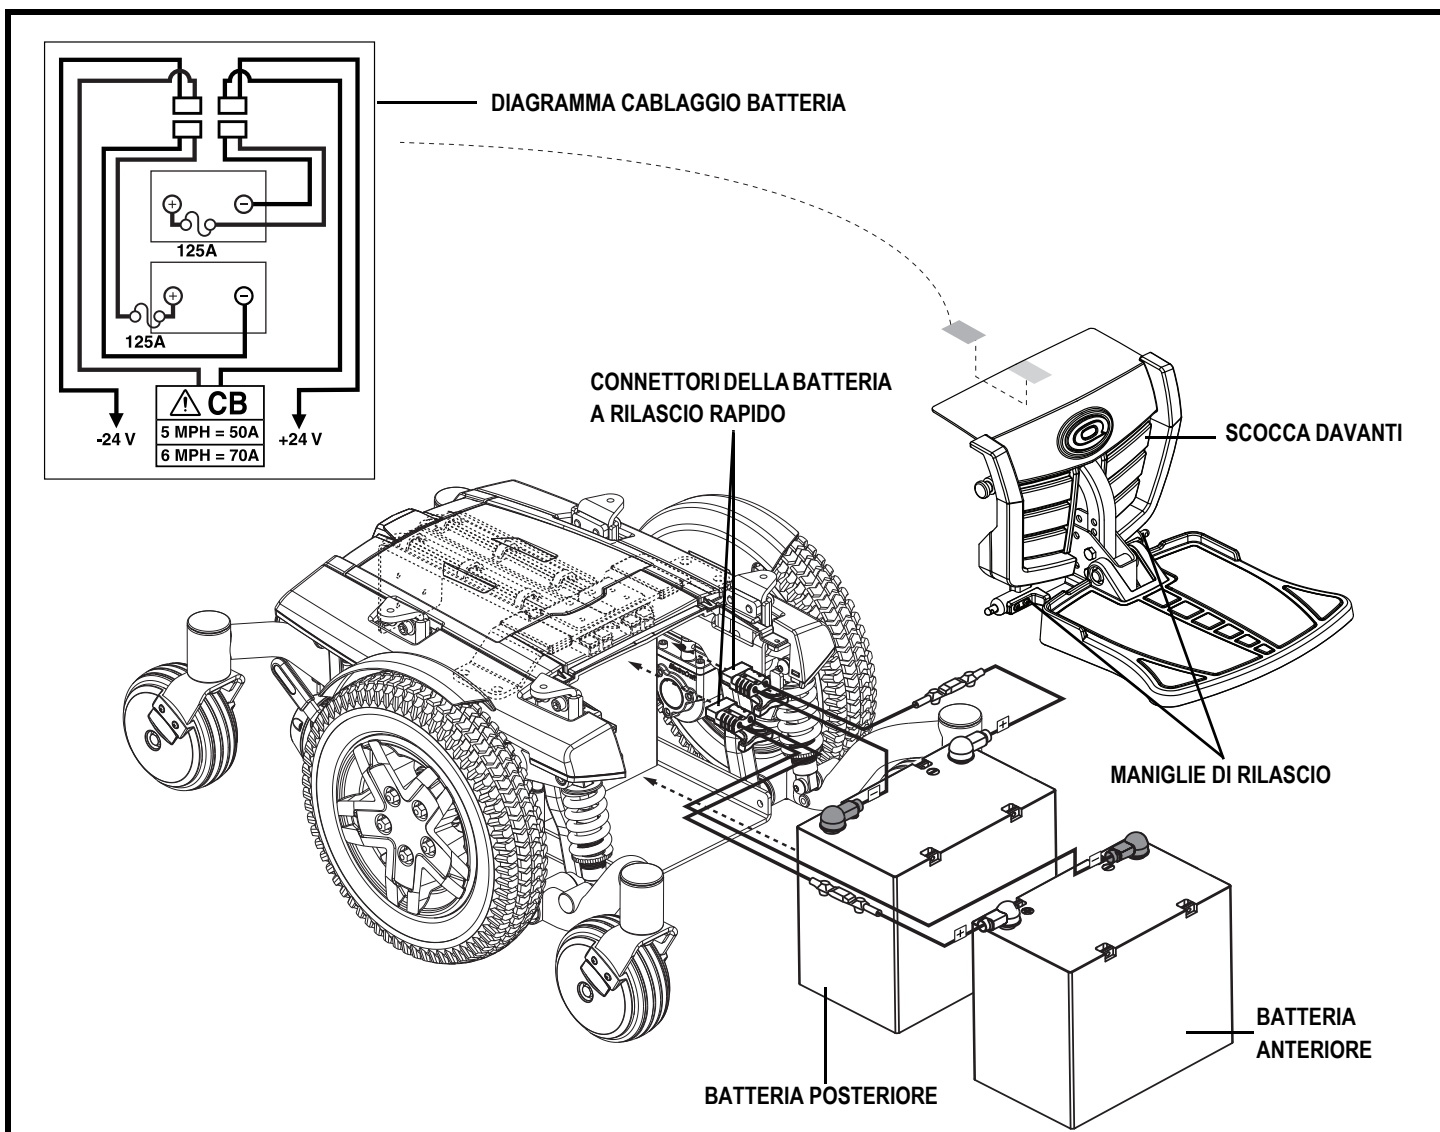

Figura 25. Installazione della batteria
3. Rimuovere il pianale per i piedi stringendo le maniglie di rilascio (**vedere la figura 25**) e sollevando il supporto della piattaforma verso l'alto e allontanandolo dalla base elettrica.
7. Collegare il gruppo batteria alla batteria anteriore seguendo il diagramma di cablaggio corrispondente. **Vedere la figura 25.**
8. Collegare il gruppo batteria alla batteria posteriore seguendo il diagramma di cablaggio corrispondente. **Vedere la figura 25.**